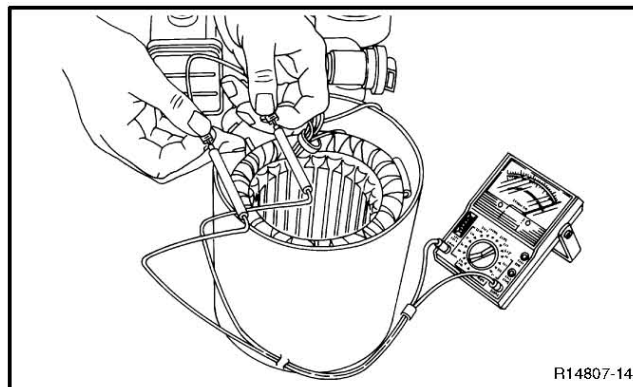

Рисунок 5-4 Испытание обмоток статора
5. Для проверки неразрывности статора, переключить омметр на шкалу R x 1. Сначала необходимо выставить "ноль" омметра, удерживая вместе красный и черный концы прибора и установив показания на "ноль". Проверить неразрывность статора подключив концы измерителя к выводам статора как показано на Рис. 5-4.